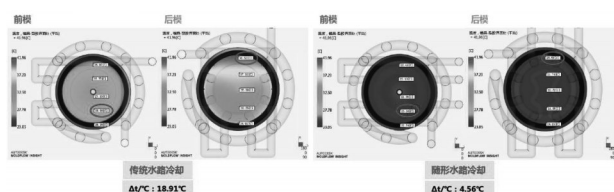

图4 传统水路和随形水路模温分析
2. 产品质量提升。模具温度的波动会对塑胶产品的收缩率、尺寸稳定性、变形、应力开裂、表面质量等带来很大的影响。随形水路的设计可以更好地控制模温,减小不同位置的温度差,从而解决由于导热带来的产品质量问题。如图4中的模具顶部采用了随形水路,同传统冷却水路相比,型腔表面模温的差值从19降低到了5。